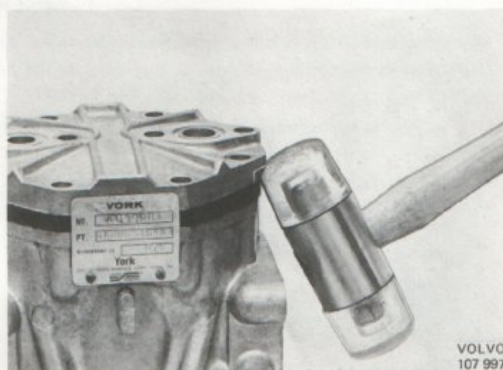

Bild 54. Demontering av topplock
3. Lossa topplocket genom att försiktigt slå med en plashammare under de utskjutande hörnen på locket (bild 54).